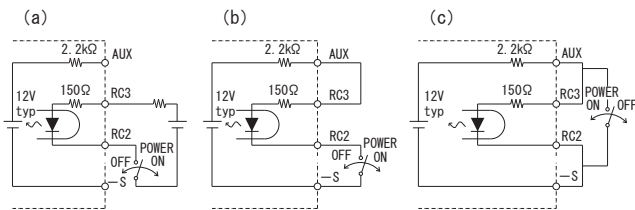

図 4.3 出力側リモートコントロール接続例
(3) リモートコントロール用補助電源 (AUX)
■出力側リモートコントロール回路動作に、補助電源 (AUX) が内蔵されています (図 4.3)。